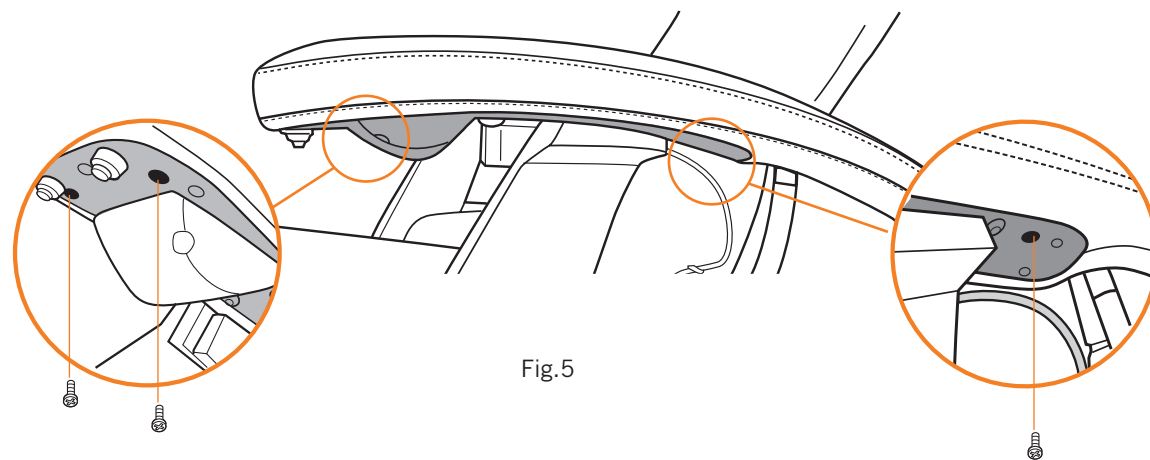

Fig.5
7. Tout en appuyant sur le protège-accoudoir, fixez-le en utilisant le tournevis à tête cruciforme et trois vis fournies (Fig.5).